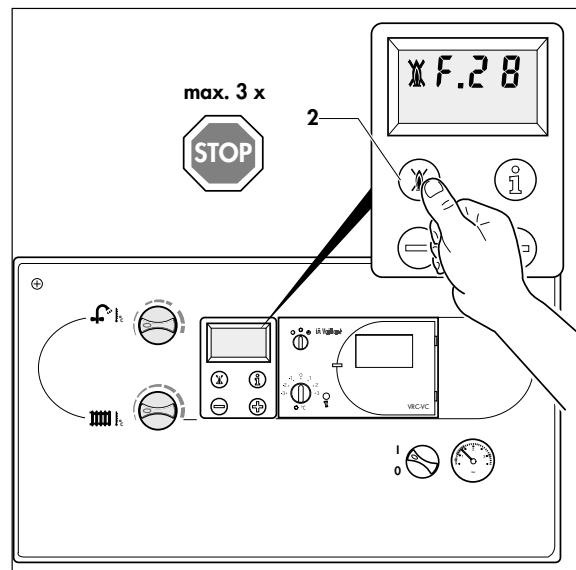

Рис. 3.12: Снятие сбоя
- В этом случае нужно нажать кнопку снятия сбоя (2, Рис. 3.12) и удерживать ее нажатой примерно 1сек.
- Нажмите кнопку устранения помех (2, рис. 3.12) и удерживайте ее в нажатом положении в течение примерно 1 с или выключите главный выключатель устройства "AUS" ("ВЫКЛ.") и снова включите "EIN" ("ВКЛ.").